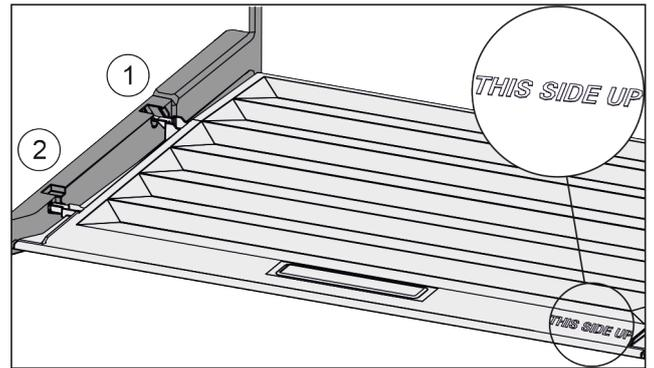

Fig. 136
- ▶ Introduire les rainures du couvercle par l'orifice du support arrière Fig. 136 (1) et les enclencher à l'avant dans le support Fig. 136 (2).